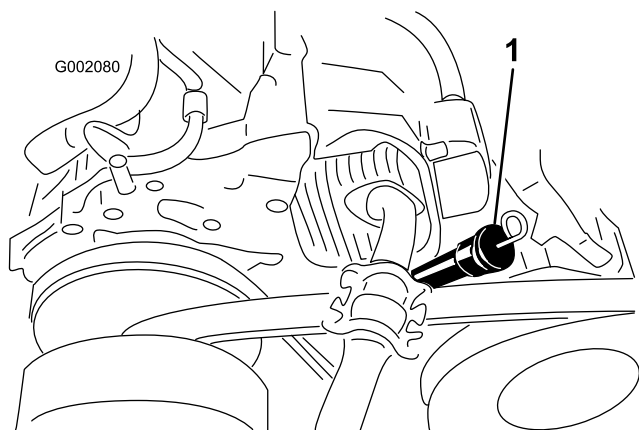

Рисунок 18
3. Очистите поверхность вокруг заливной горловины тканью (Рисунок 18), чтобы загрязнения не могли попасть в заливное отверстие и привести к повреждению двигателя.
4. Извлеките масляный щуп и начисто протрите его (Рисунок 18).
5. Вставьте щуп в заливную горловину до упора (Рисунок 18).
8. Вставьте масломерный щуп до упора (Рисунок 18).